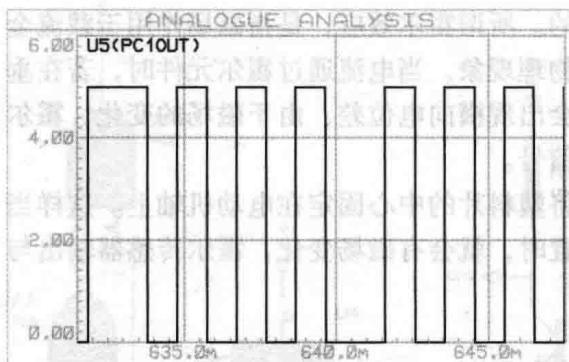

图 1-8 锁相环输出波形图 3
③ 输入比较信号为 64Hz 方波信号，如图 1-8 所示。